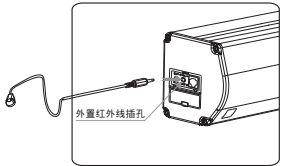

图 26
- 2 如果您因为隐蔽放置需要, 而使内置红外遥控接收窗口被遮挡时, 请取出外置红外接收头, 将接收头的 3.5 插头插入银幕外壳左端端盖相对应的孔位, 将接收头安装在可接收到红外线信号的位置即可 (如图 26)